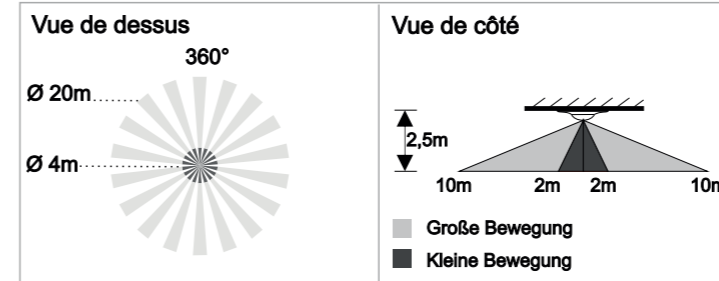

Figure 2
3.1.1 Le détecteur peut être monté à une hauteur de 2 - 3 mètres. La hauteur pour une couverture de détection optimale est de 2,5 m. La couverture de détection peut atteindre un diamètre de 20 mètres et couvrir 360°. (Voir figure 2).